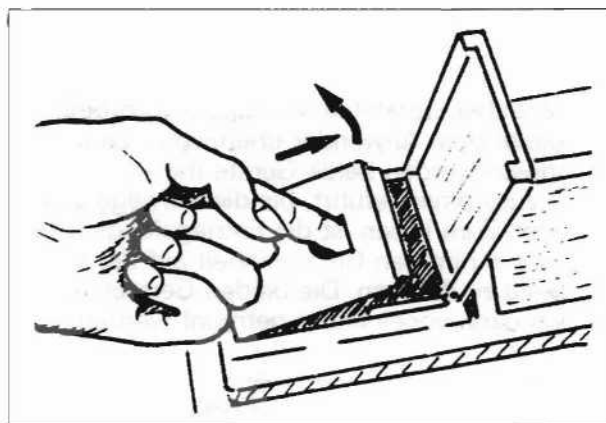

Bild 1
- Plexiglashaube öffnen, Papierfachdeckel nach rechts drücken und hochklappen (Bild 1).